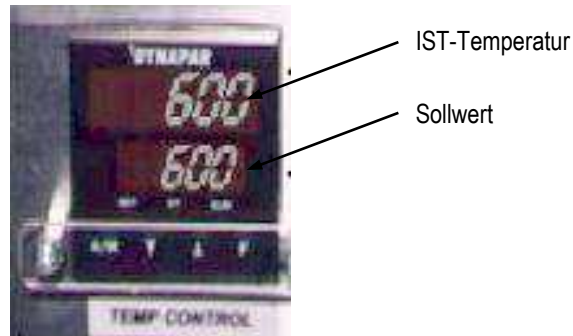

Abbildung 13
5. Schalten Sie die digitale Geschwindigkeitssteuerung vom Maximalwert (999) auf den Minimalwert (100), um zu prüfen, ob sich die Bandgeschwindigkeit gleichmäßig erhöht und abbaut, ohne Ruckeln oder übermäßige Geräuschbildung.
7. Die untere Anzeige an der Vorderseite des Temperaturreglers zeigt den Temperatursollwert, die obere Anzeige die tatsächliche Temperatur der Heizelemente. Beide Anzeigen dürfen im Normalbetrieb nicht mehr als 2 °C voneinander abweichen. Siehe Abbildung 13.